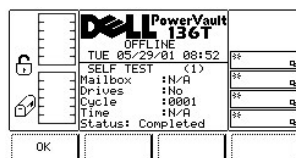

图 115. 维修 > 磁带库 > 自检 > 自测试 > 自测试执行对话框
- 1 如果按下**确定**软键下方的按钮，将应用该字段值并开始“示范”操作。请参见图 115。
一旦运行循环，测试即会显示结果。请参见图 115。